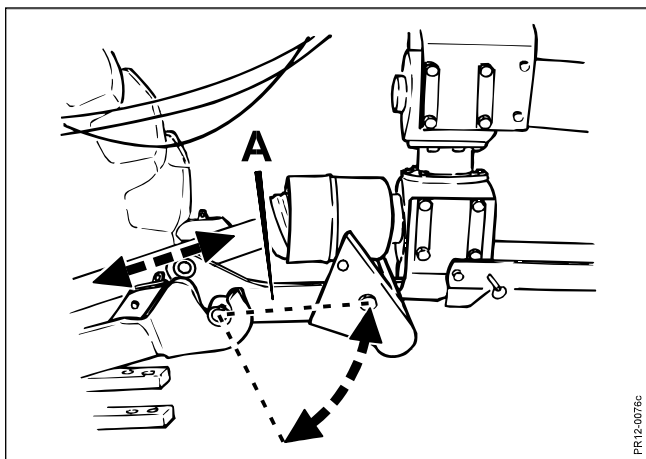

Fig. 2-5
- Fig. 2-5 - ikke i nogen stilling har mindre end 200 mm overlap. Her tænkes specielt på situationer hvor TopSafe systemets forlængerarme **A** vil udløse, f.eks. ved påkørsel af sten eller anden jordfast forhindring.